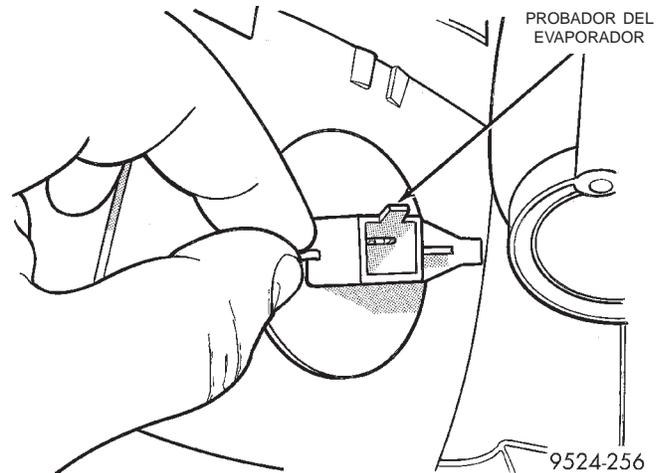

Fig. 42 Probador del evaporador
- (4) Con una alzaprima de hoja plana, tire hacia atrás sobre la lengüeta de fijación. Retuerza la placa de acceso hacia la derecha con un cuarto de giro y retire la placa (Fig. 42).